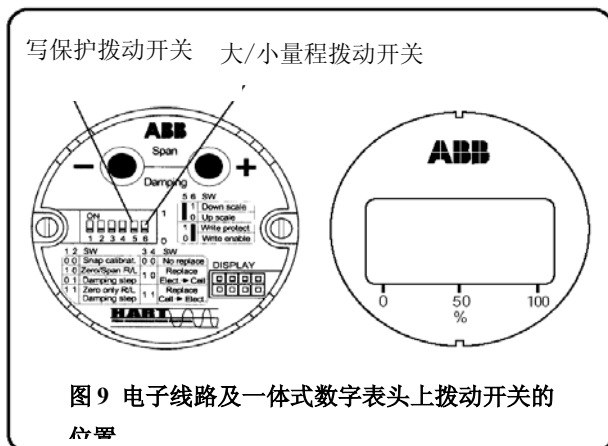

图 9 电子线路及一体式数字表头上拨动开关的
- 位于电子模块上的写保护拨动开关处于 OFF（关闭）位置（可以写入）。通过旋开端子盖相反一侧的辅助单元外壳盖，可以接近拨动开关（见图 9）。
- 大量程/小量程拨动开关位于所需功能的位置上：ON（开，小量程），OFF（关，大量程）（见图 9）。
注 – 为防止未授权的校验操作，将写保护连接放回 ON（开）位置（写保护）（图 9）。